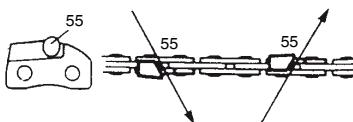

Fig. 45
Limez (55) le maillon-gouge d'un côté de la chaîne, de l'intérieur vers l'extérieur. Limez seulement avec des mouvements vers l'avant. (Fig. 45)